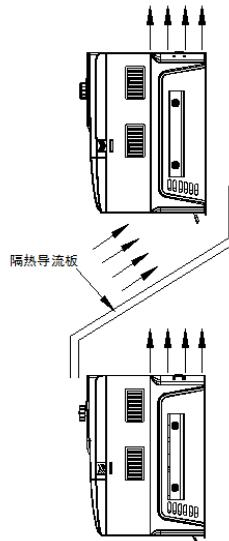

图3-2. G630/G630S变频器安装示意图
- 1) 请垂直安装变频器，便于热量向上散发。但不能倒置。若柜内有较多变频器时，最好是并排安装。在需要上下安装的场合，请参考图3-2的示意，安装隔热导流板。